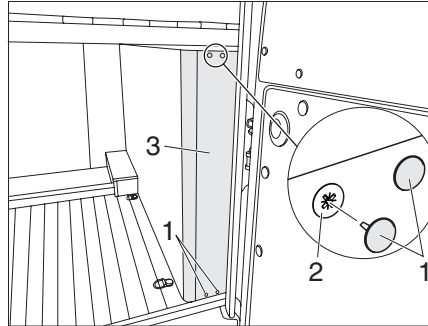

Bild 113 Panel baktill i fordonet
Panelen (Bild 113,3) måste först lossas för att man ska komma åt de bakre högra fordonslamporna.
- ▶ Dra av fyra skruvlock (Bild 113,1).
- ▶ Skruva ur fyra krysspåskruvar (Bild 113,2).
- ▶ Ta bort panelen (Bild 113,3). Fordonslamporna är nu åtkomliga.